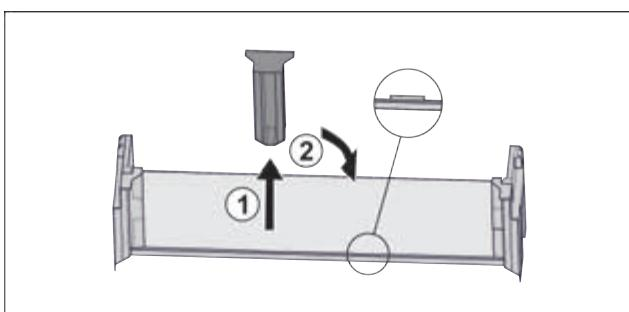

Fig. 54 \*
- Витягнути середню деталь для підтримки Fig. 54 (1).\*
- Вставити середню деталь для підтримки на друге положення Fig. 54 (2).\*